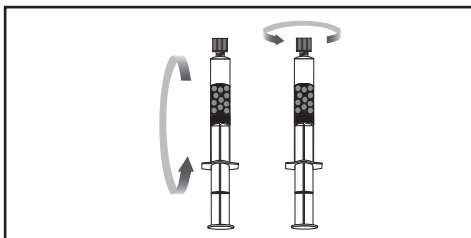

Figura 5b.
- 2.3 Miscelare capovolgendo/ruotando delicatamente la siringa di caricamento ogni 5 minuti (Figura 5b). Un forte scuotimento può provocare la formazione di schiuma.